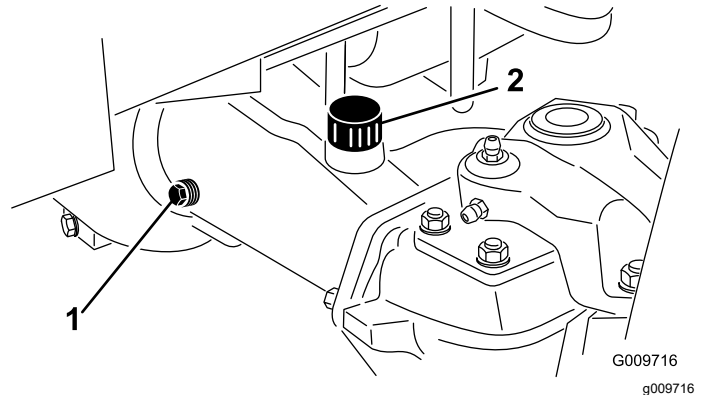

Figura 132
2. Retire un tapón de verificación de un extremo de la carcasa del eje (Figura 132).